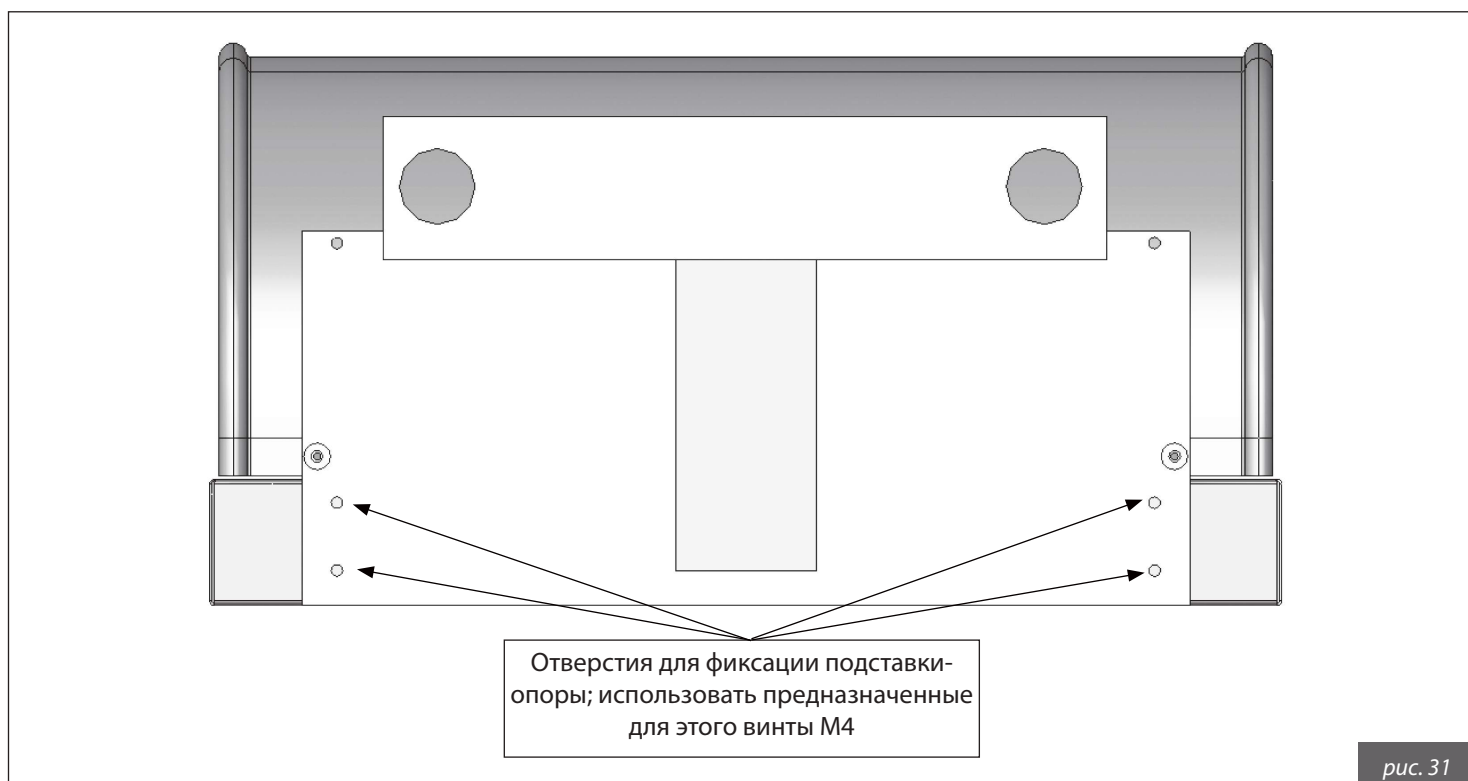
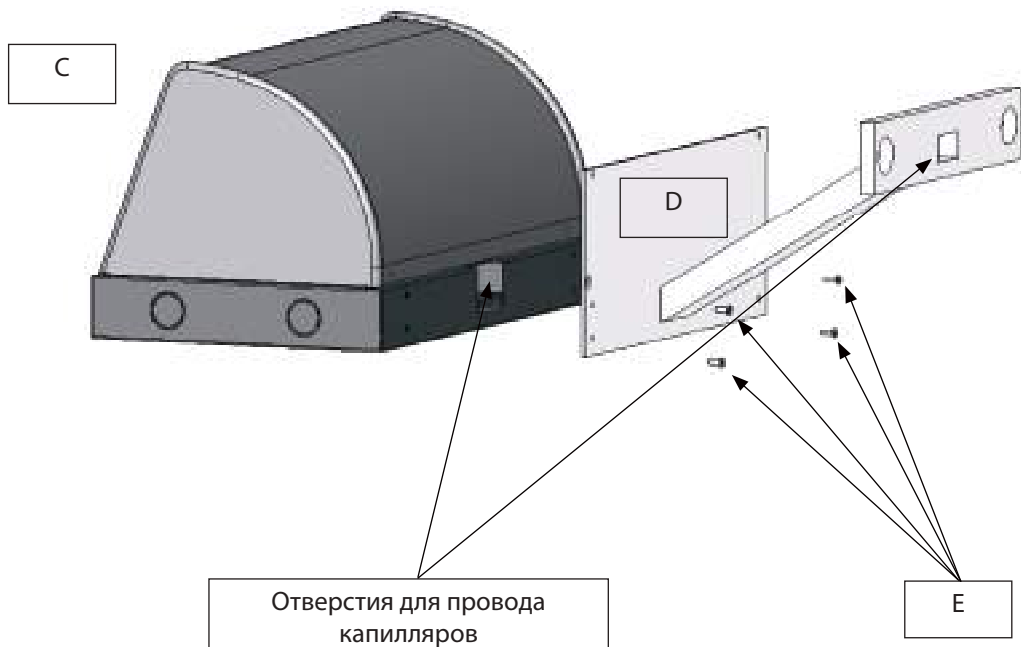

рис. 31
рис. 32
- 3)** соединить предварительно закрепленный на подставке-опоре (С, рис. 32) пульт управления с держателем (D, рис. 32), используя соответствующие винты М4 (Е, рис. 31 и 32);